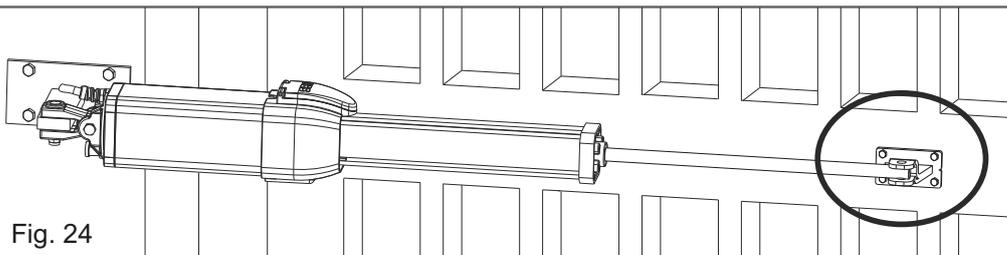
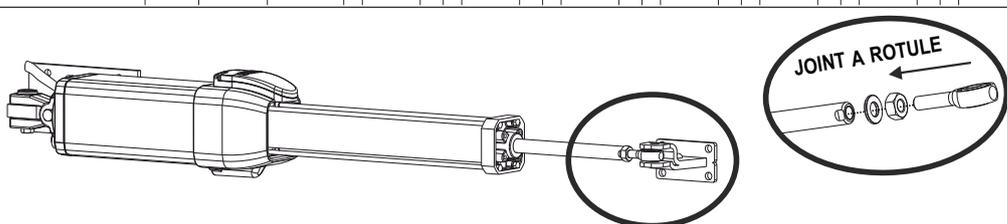

Fig. 24
Fig. 26
- Placer la tige chromée de l'opérateur dans l'emplacement du support antérieur - Fig. 24 ou Fig. 26